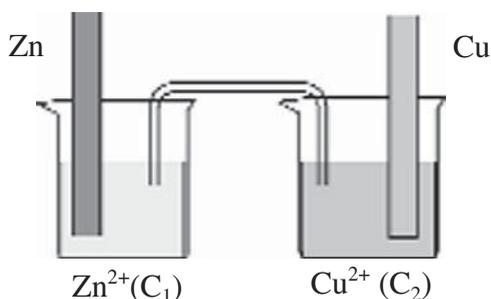

Figure 4 Représentation schématique de la pile formée par les couples  $\text{Cu}^{2+}/\text{Cu}$  et  $\text{Zn}^{2+}/\text{Zn}$
- soit par un schéma (*figure 4*) dans lequel il est indispensable de préciser la nature des électrodes et des électrolytes,
L'équation chimique associée à la pile Daniell représentée ci-dessus (**figure 4**) est :
Réaliser la pile **Daniell** décrite par la figure 4 et mesurer sa f.e.m  $E_1$  lorsque  $[Cu^{2+}] = [Zn^{2+}]$ .